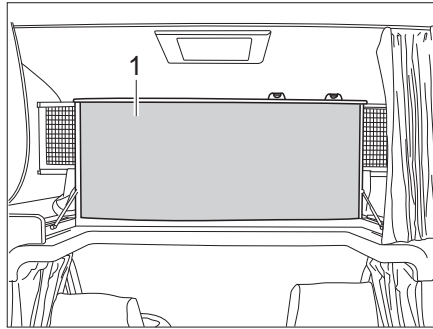

Fig. 123 Lit de capucine, rabattu vers le haut
- Rabattre vers le haut le lit de capucine (Fig. 123,1). Le lit de capucine est maintenu en position verticale par des ressorts à pression de gaz.